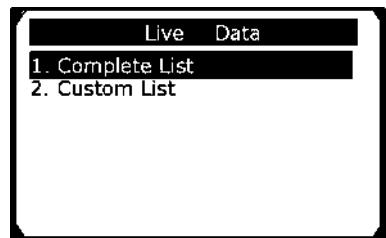

Рисунок 5-10
- 1) Для просмотра полного набора данных используйте **кнопку прокрутки вверх/вниз**, чтобы выбрать пункт **Complete List [Полный список]** в меню **Live Data [Оперативные данные]**, а затем нажмите **кнопку OK**. См. рисунок 5-10.
1) Для просмотра пользовательских данных ПИД-регулирования используйте **кнопки прокрутки вверх/вниз**, чтобы выбрать пункт **Custom List [Пользовательский список]** в меню **Live Data [Оперативные данные]**, а затем нажмите кнопку **OK**. См. рисунок 5-10.